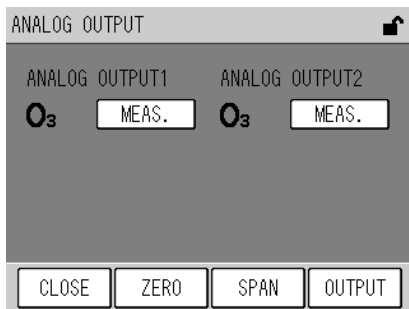

Fig. 54 ANALOG OUTPUT Fenster
| [ANALOG OUTPUT]: | Zeigt das Fenster ANALOG OUTPUT (Fig. 54 auf Seite 41). |
5. Drücken Sie die Taste [CLOSE], um zum Fenster ANALOG OUTPUT zurückzukehren (Fig. 54 auf Seite 41).